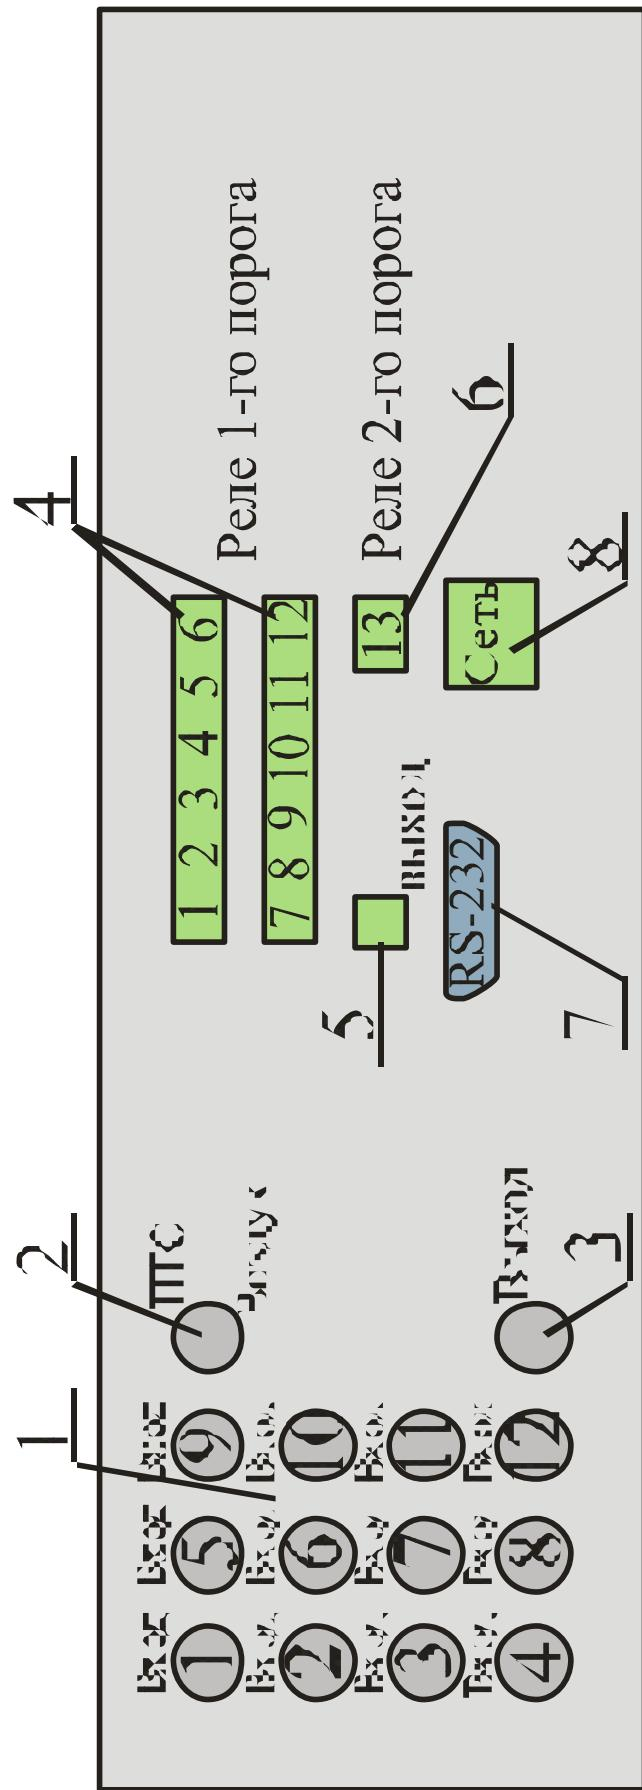
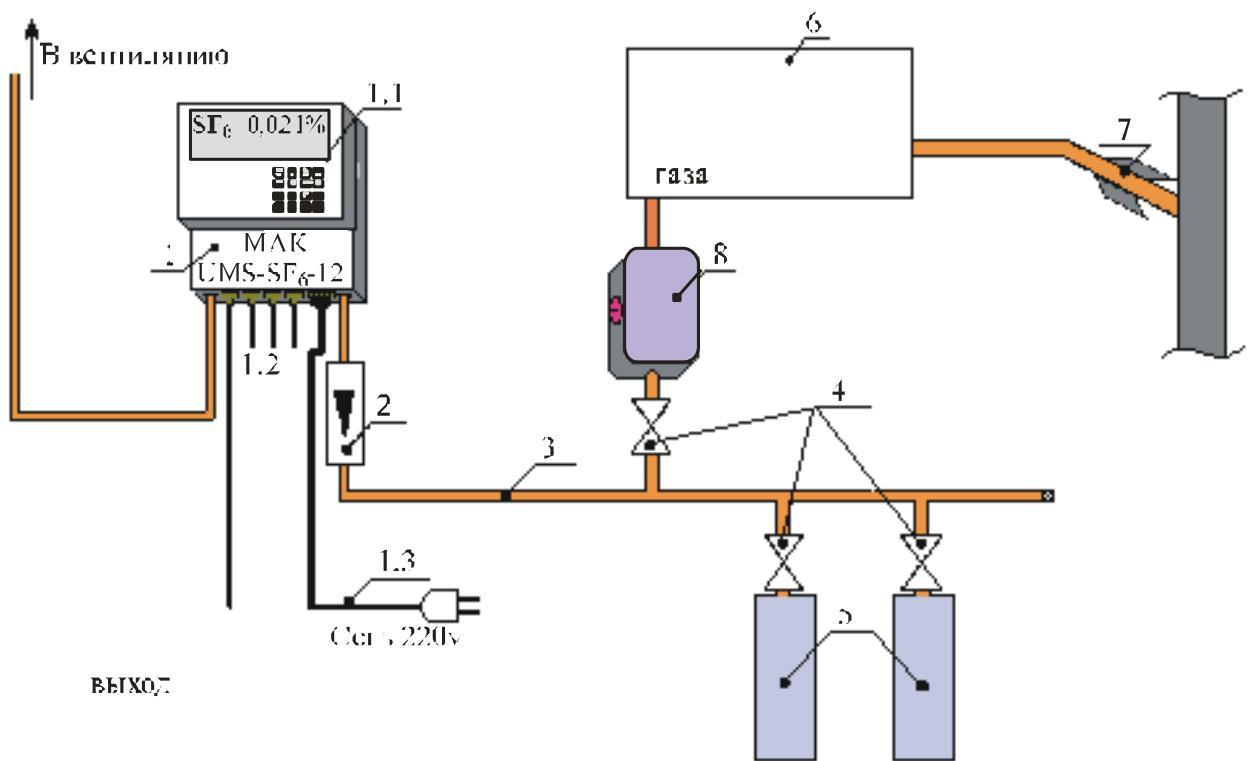

Рис.2. Задняя панель газоанализатора “МАК-2000-УМС-SF₆-12”
Рис. 3. Схема электрических и газовых соединений “МАК-2000- UMS-SF₆-12” для рабочих условий применения и поверки.
8.3.1. Монтаж электрический цепей газоанализатора и газовых соединений производить с соблюдением действующих на объекте правил по схеме соединений, приведенной на рис.3, в следующем порядке:
поддерживать равным расходу воздуха при установке "ноля") на вход анализатора в соответствии с рис.3.; рис.2.